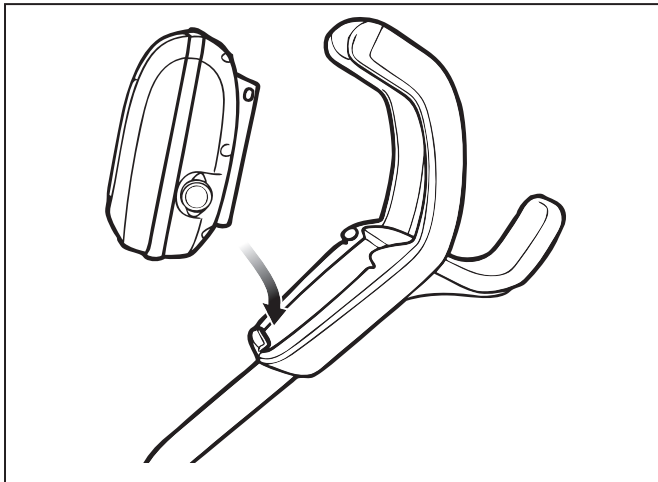

Figura 1. Alinee la caja de control con el gancho del carrito
1. Alinee la parte inferior de la caja de control con la muesca en la parte inferior del gancho de la caja de control en el carrito (Figura 1).